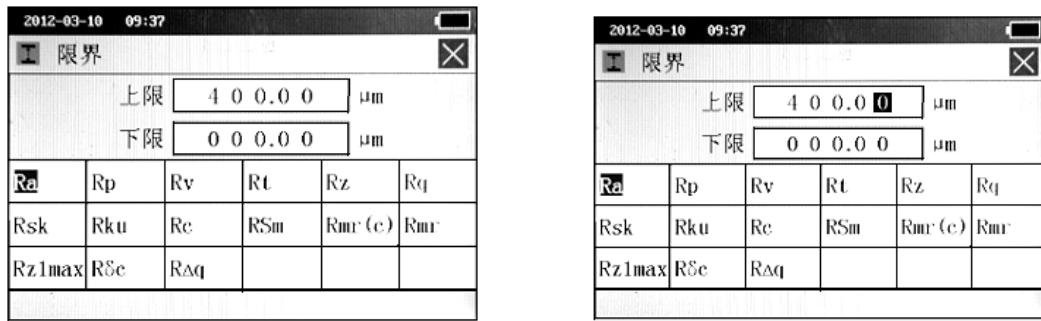

图 2-30 限界设置
- 在菜单操作状态点按“限界”图标进入限界设置状态，也可按 $\uparrow\text{-Ra...}$ $\downarrow\text{-PRINT}$ $\leftarrow\cdot E$ $\rightarrow\cdot D$ 选择“限界”，再按 \leftarrow 进入限界设置状态（见图 2-30），具体设置如下：